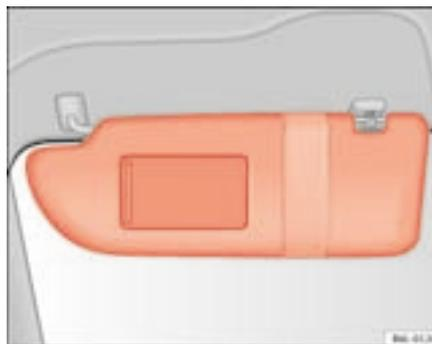

Fig. 64 Aletta parasole lato conducente
L'aletta parasole per il conducente e quella per il passeggero possono essere staccate dai supporti che si trovano in prossimità della linea mediana del veicolo e spostate in direzione delle porte ⇒ fig. 64 ①.